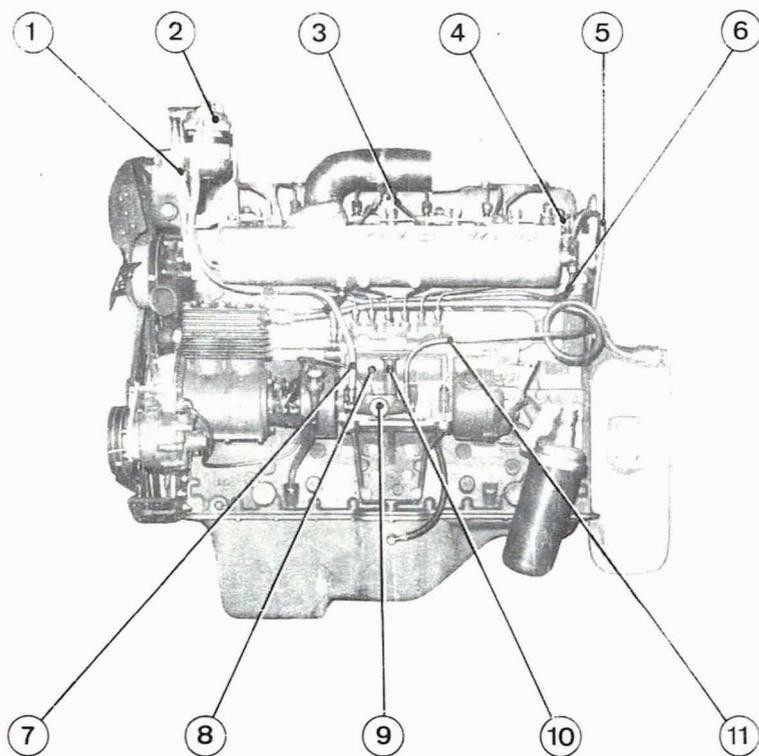

Fig. 3.1. - Circuito de alimentación.
3.3 BOMBA DE ALIMENTACION Y BOMBA DE CEBADO (Fig. 3.1)